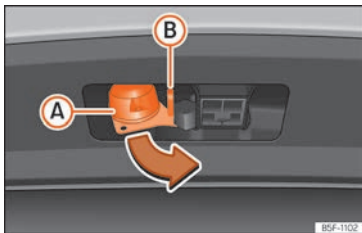

Abb. 306 13-polige Steckverbindung drehen
- Halten Sie die Steckverbindung im Bereich (A) und ziehen Sie sie in Pfeilrichtung heraus »» **Abb. 306**.
- Öffnen Sie die Abdeckung der Steckverbindung (A) und verbinden Sie den Anhänger »» **Abb. 306**.
- Hängen Sie das Halteseil des Anhängers in die Sicherheitsöse »» **Abb. 306 (B)** ein. Beim Einhängen muss das Halteseil in allen Anhängergepositionen zum Fahrzeug **durchhängen** (scharfe Kurven, Rückwärtsfahrt usw.).